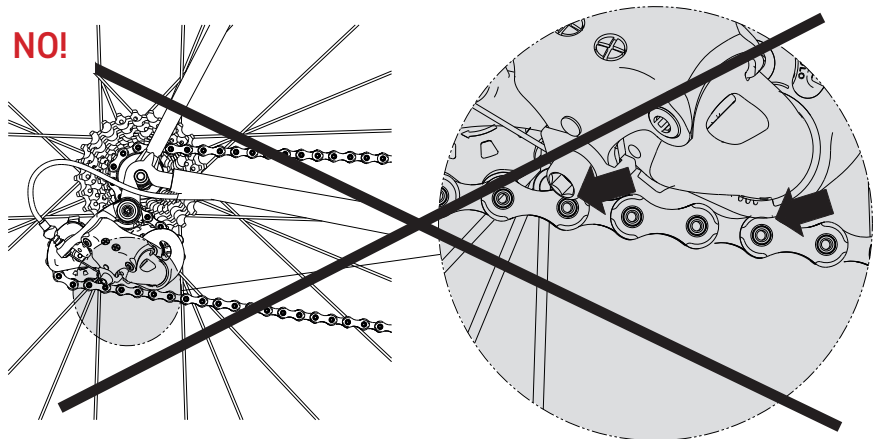

Abb.3
• Damit das Antriebssystem ordnungsgemäß funktioniert, darf der Wert H keinesfalls weniger als 3 mm (Abb. 3) und mehr als 22 mm betragen, denn bei großem Ritzel und Kettenrad könnte die Kette zu sehr gespannt sein (Abb 4).